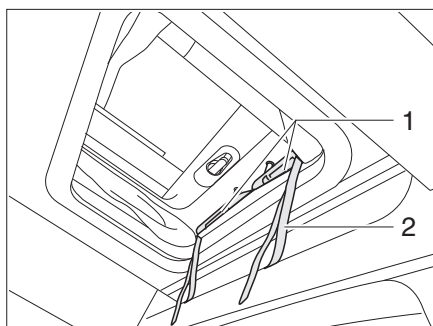

Fig. 52 Apertura del tetto sollevabile
- Sbloccare le sicure (Fig. 52,2).
- Premere i bloccaggi sulle maniglie (Fig. 52,1) del tetto sollevabile.
- Chiudere il tetto sollevabile con le maniglie (Fig. 52,1) fino ad udire la chiusura a scatto.